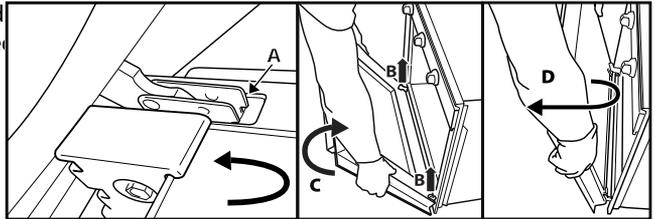

Abb. 2
3. Die Tür bis zum Anschlag schließen (A), diese anheben (B) und drehen (C) bis sie aushakt (D) (Abb. 2).